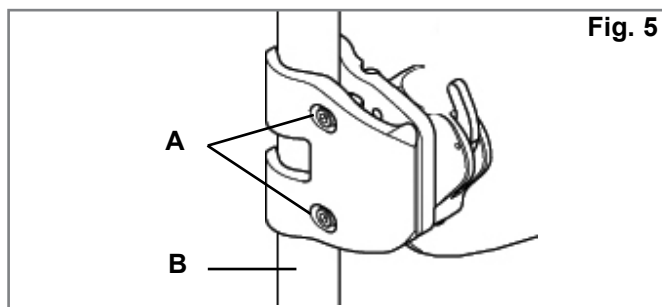

Fig. 5
3. Inserte los receptores del armazón. (Fig. 5)
- a. Afloje los tornillos de la abrazadera (A) con la llave hexagonal de 4 mm suministrada. **NOTA**– Para tubos de mayor diámetro, quizá sea necesario extraer totalmente los tornillos de la abrazadera.
- b. Inserte y alinee el receptor a los tubos del respaldo de la silla de ruedas (B).
- c. Ajuste los tornillos de la abrazadera a mano (A). **NOTA** – Es posible que los receptores necesiten ajuste lateral adicional para garantizar la alineación apropiada.